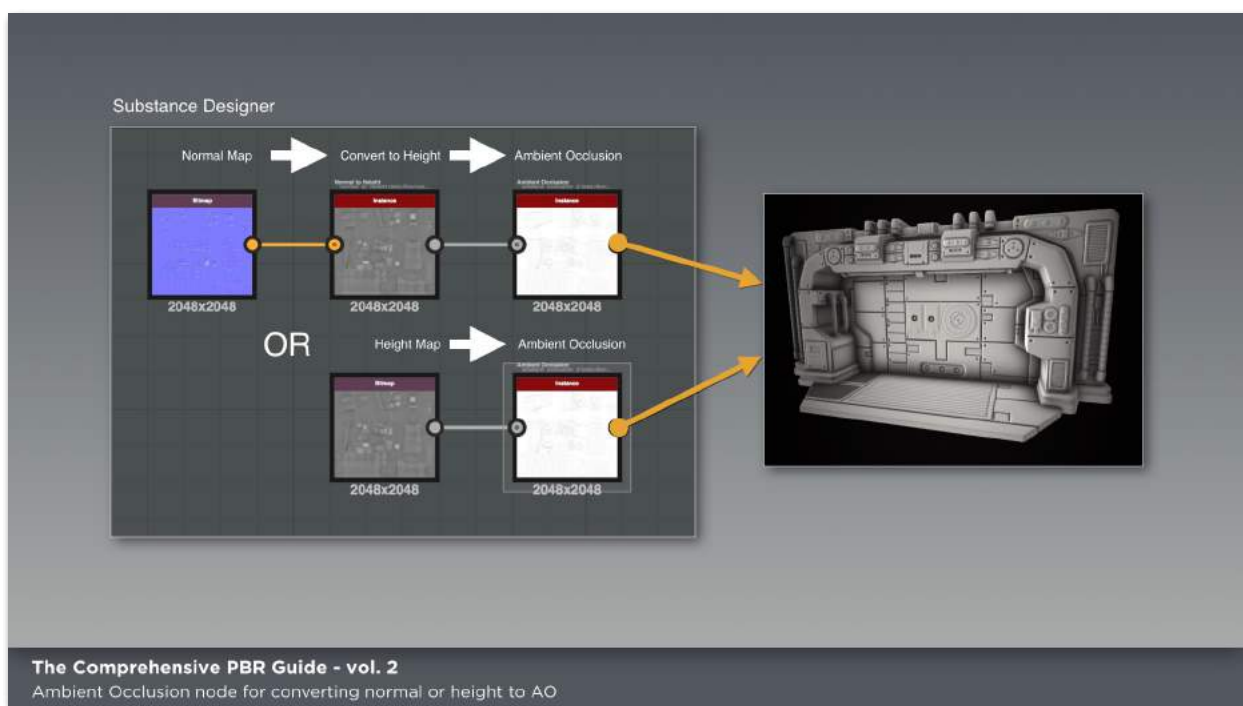
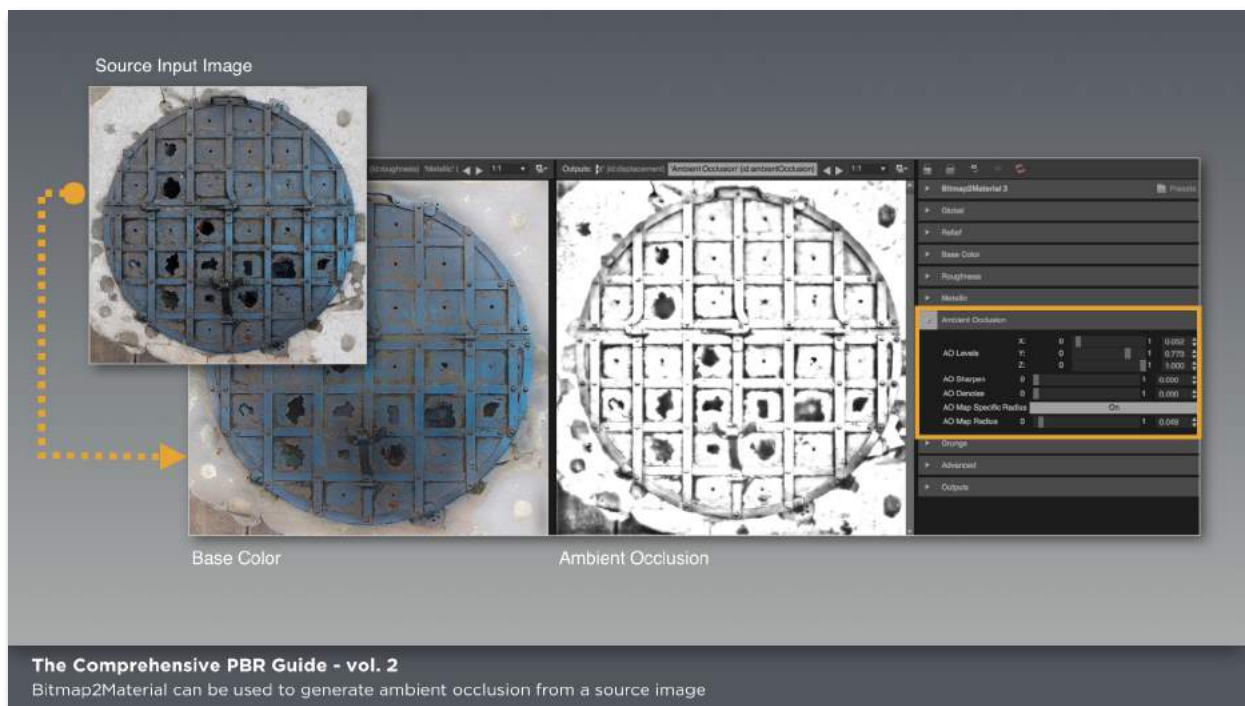

图 30
图 31
在 Substance Designer 中，通过使用集成的烘焙工具，AO可以从模型中烘焙，或从法线贴图中转换得到。另外，还有一个环境遮蔽 (AO) 节点提供从高度贴图转换AO的功能，如图30。可以用 Bitmap2Material 来从源图像生成AO，如图31。